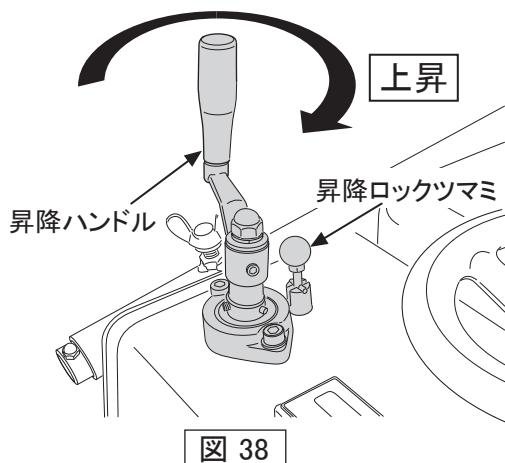

図 38
1. 昇降ロックを解除(フリー)して(図36)、昇降ハンドルで本機を上昇させます。(図38)